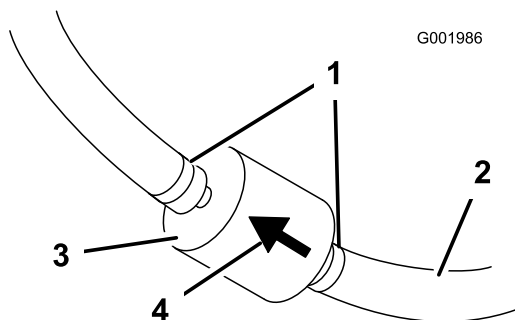

図 50
5. 古いフィルタのクランプをゆるめて脇に寄せる(図 50)。